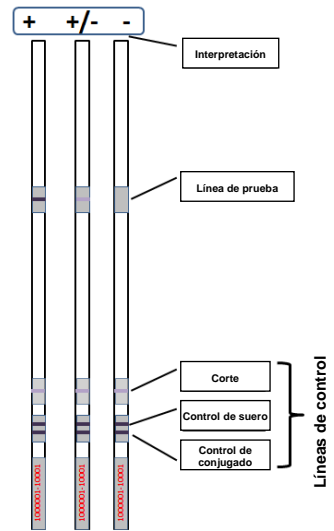

Figura 1: El esquema de reacción tiras LIA con una tira reactiva.
- Las líneas de prueba están colocadas por encima de las líneas de control de corte, suero y conjugado como se describe en el esquema (Figura 1). Las líneas de control de suero y conjugado aparecen en la misma sección de nitrocelulosa en la parte inferior de la tira.
- Como aparece en la etiqueta de la Figura 1, las líneas de control de suero y conjugado deben ser claramente positivas indicando que el experimento tuvo éxito. El corte es una línea débil con variación en intensidad basado en las condiciones experimentales. El esquema de la Figura 1 muestra un ejemplo de línea de prueba. En el LIA para Miositis (Figura 2) hay 14 líneas de prueba y 3 líneas de control. El desarrollo de la línea de prueba depende de la muestra. Las reacciones positivas pueden presentar intensidades variables de débil a fuerte. **Las reacciones débiles deben compararse con la intensidad de la línea de corte que se facilita en la tira.** Las reacciones que son claramente más oscuras o más densas que la intensidad de la línea de corte deben considerarse positivas.